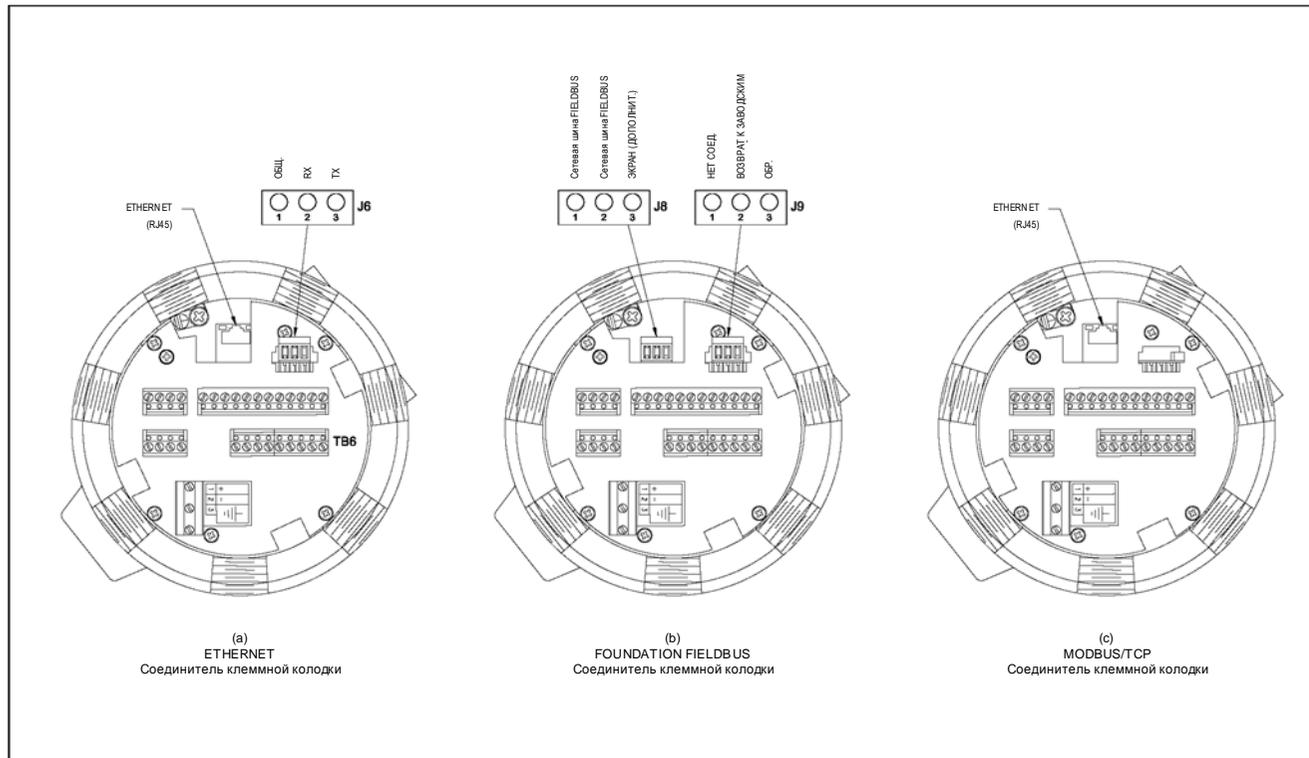

Рисунок 15: Соединения клеммной колодки Ethernet, Foundation Fieldbus и MODBUS/TCP
Можно также использовать модифицированное устройство XGM868i, на котором имеется интерфейс MODBUS/TCP для коммуникации с внутренней сетью. На дополнительной плате MODBUS/TCP с уникальным MAC (IP)-адресом (устанавливается только в слот 2) имеется разъем RJ45. Для подключения XGM868i с возможностью MODBUS/TCP к сети вставьте разъем кабеля RJ45 в ответную часть разъема RJ45, проведите кабель через одно из отверстий кабелепровода, используя соответствующий кабельный зажим, и соедините другой конец кабеля с сетью Ethernet согласно инструкциям завода-изготовителя (см. Рисунок 15 на странице 27).
Для обмена данными в местной сети на модифицированном устройстве XGM868i можно использовать интерфейс Ethernet. На дополнительной плате Ethernet с уникальным MAC (IP)-адресом (устанавливается только в слот 2) имеется разъем RJ45. Для подключения XGM868i с возможностью Ethernet к сети вставьте разъем кабеля RJ45 в ответную часть разъема RJ45, проведите кабель через одно из отверстий кабелепровода, используя соответствующий кабельный зажим, и соедините другой конец кабеля с сетью Ethernet согласно инструкциям завода-изготовителя. Между дополнительной платой Ethernet и разъемом RS232 устройства XGM868i требуется внешнее соединение, как показано в Таблица 6 ниже и на Рисунок 15 на странице 27.
Для соединения интерфейса сетевой шины Foundation Fieldbus с XGM868i необходимо выполнить сетевые соединения на J8, контакты 1 и 2 согласно чертежу (b) на *Рисунок 15 на странице 27*. В зависимости от сетевых соединений в качестве альтернативы можно соединить экран с контактом 3 на J8.